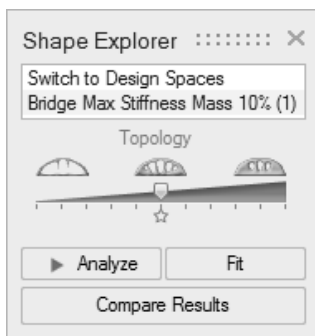

图 4-61
6) 当在该零件上运行更多的优化后，所有新增运行都将出现在形状探索器列表中，如图 4-61 所示。单击列表中的某个运行，查看该运行后所得到的优化形状。